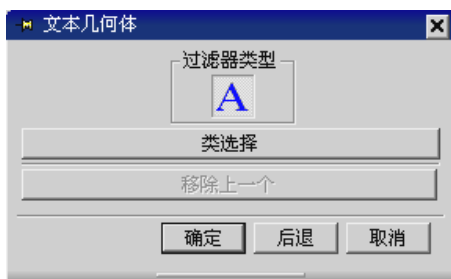

图 4.9.9 “文本几何体”对话框
Step1. 在“轮廓文本”对话框中单击 **指定制图文本** 右侧的 **A** 按钮，系统弹出图 4.9.9 所示的“文本几何体”对话框。